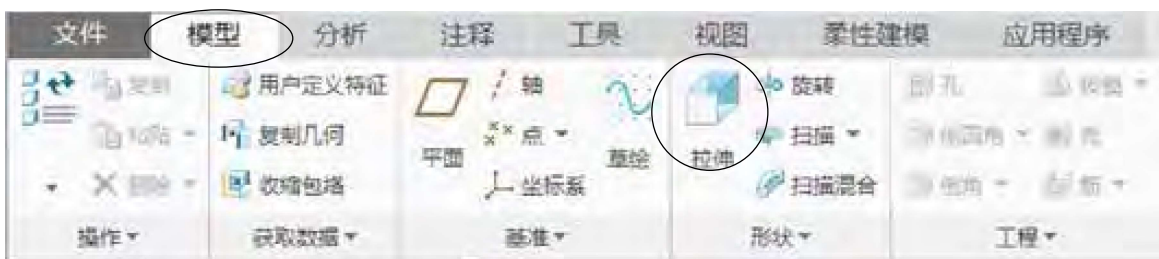

图1-5 单击“拉伸”按钮
Step 06 在横向菜单中单击“模型”选项卡，再单击“拉伸”按钮 ，如图1-5所示。